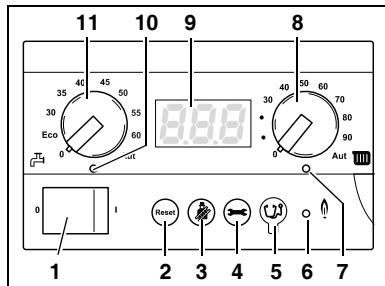

Fig. 5 BC10
Met de netschakelaar (fig. 5, **pos. 1**) kunt u de netvoeding van het cv-toestel in- en uitschakelen.
In geval van bepaalde storingen kan het noodzakelijk zijn om het cv-toestel door middel van de resettoets te herstarten (fig. 5, **pos. 2**).